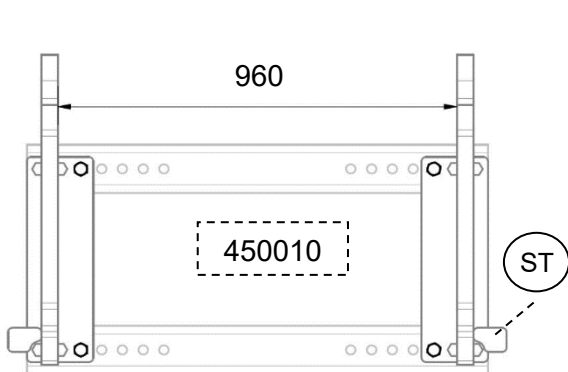

Abb. 7.1
Bei der Montage von Anbaurahmen muss das Maß C-C (siehe Abb. 7.1 bis 7.8) eingehalten werden. Auch die Position des Anschlags (ST) ist ein wichtiger Teil der Montage.